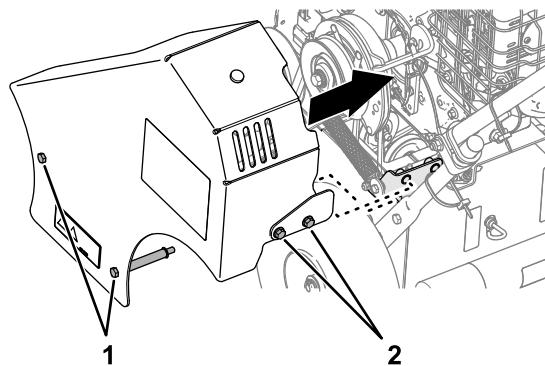

Bild 25
1. Richten Sie den Riemenschutz, Kopfschrauben und Bundkopfschrauben auf die Löcher in der seitlichen Rahmenplatte und der Federhalterung aus (Bild 25).
2. Montieren Sie den Riemenschutz mit den 2 Kopfschrauben und den 2 Bundkopfschrauben an der Maschine (Bild 25).